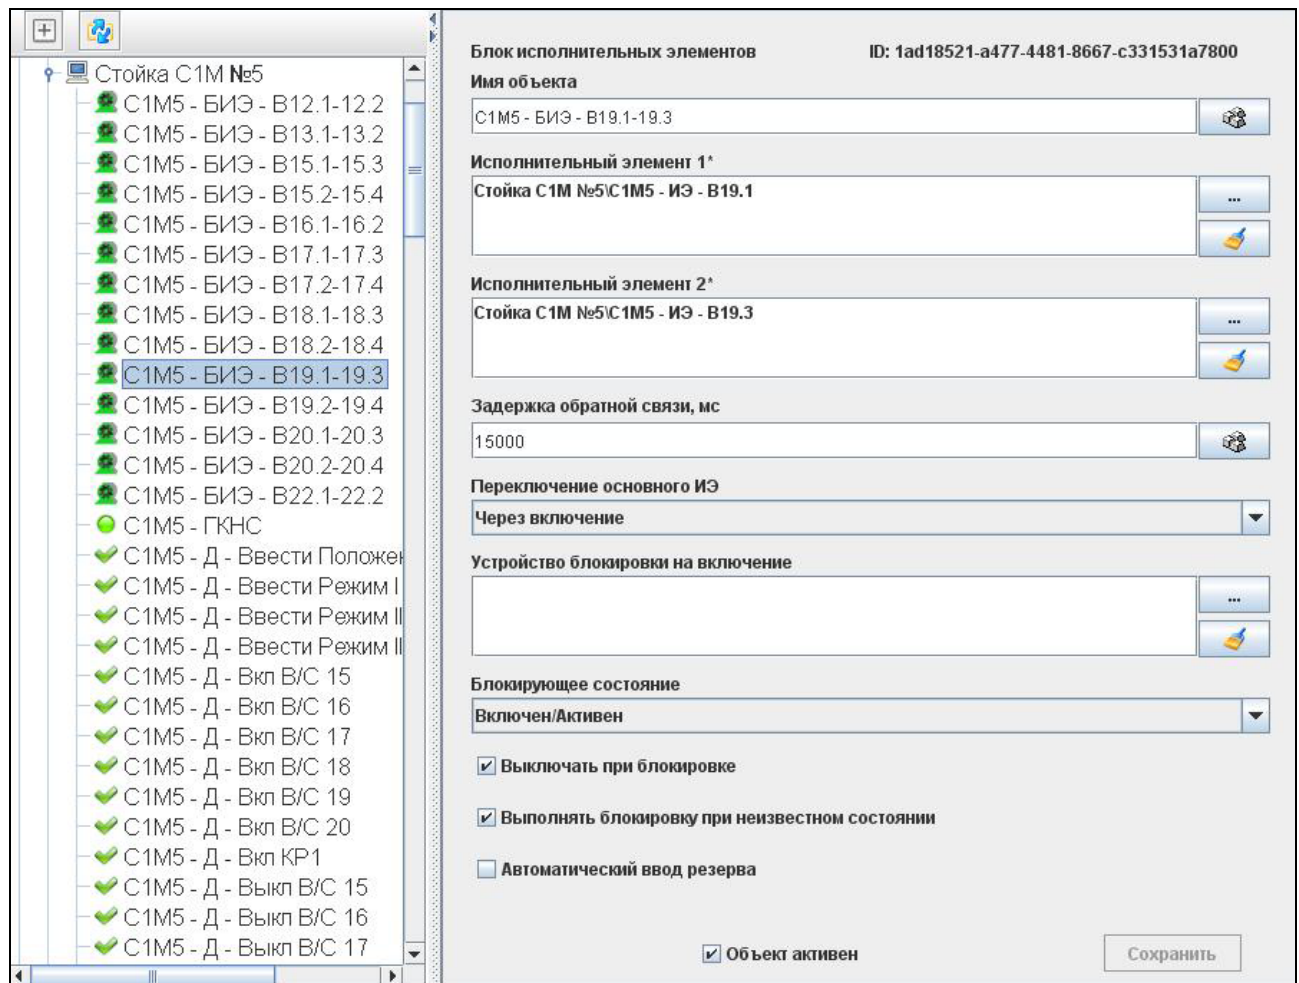

Рисунок 17 —Элемент «Блок исполнительных элементов»
3.10.7.1. Исполнительные элементы (см. п. 3.10.30) могут быть объединены в блоки (рис. 17) из двух элементов, один из которых является основным, а другой резервным. Команды блока исполнительных элементов адресуются элементу, считающемуся в данный момент основным. Назначение основного агрегата выполняется командами блока исполнительных элементов.